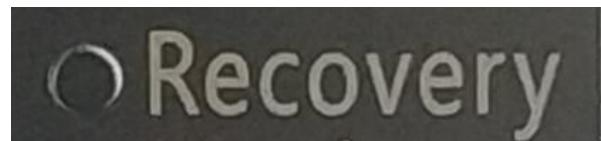

图 6 Recovery 还原按键
- (1) 检查工作：①由于备份及还原操作过程中机器均不能外接存储设备，在操作之前务必先检查确认 USB 接口未连接外部存储设备，如 U 盘等，否则备份还原会出现错误；②保证硬盘内存容量大小不小于 64G；
(2) 在关机状态下，找到机壳上 Recovery（还原）按键(如图 6 所示)，并保持按下状态不松开，然后按下开机按钮，直到进入到 Ghost 界面再松开；